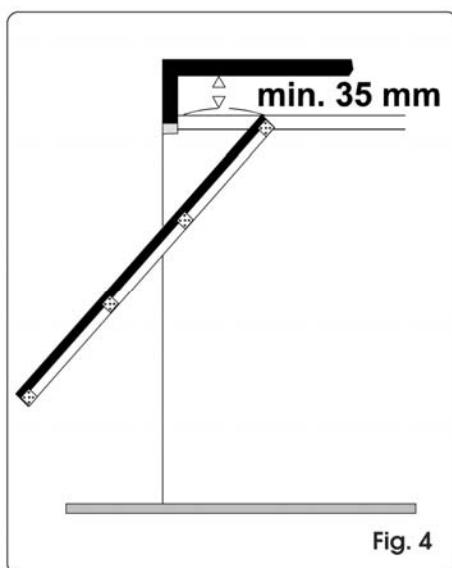
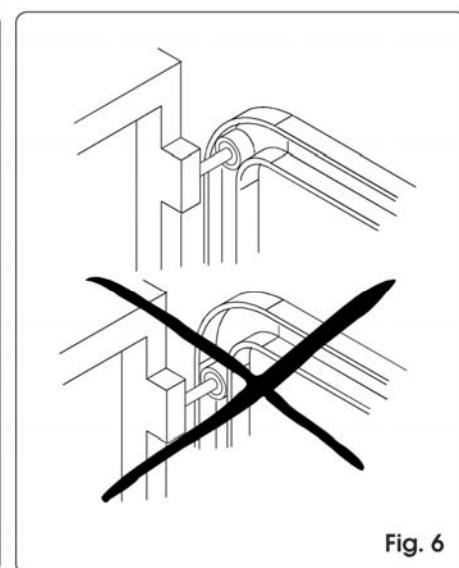

Fig. 4
Fig. 6
Contrôler qu'il y a un espace de 35 mm au minimum entre le plafond et le point le plus haut de glissement de la porte (fig. 4 et 5). Pour les portes sectionnelles, vérifier que le galet de guidage supérieur se trouve dans la partie horizontale du rail à portail fermé (fig.6).
- 2) Tracer sur le linteau une ligne horizontale correspondant à la hauteur maximum atteinte par la porte au cours de son évolution (voir fig. 4 et 5).